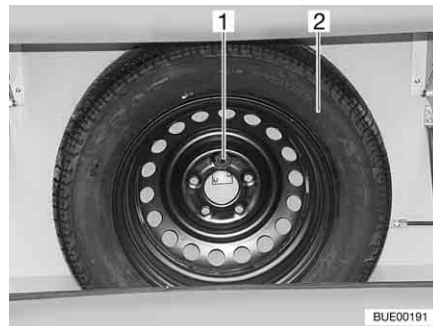

Bild 233 Reservhjulshållare
Reservhjulshållaren är monterad i gasboxen. Reservhjul erhålls (Bild 233,2) mot extrakostnad.
- Bulten (Bild 233,1) lossas.
- Reservhjulet (Bild 233,2) tas ut.